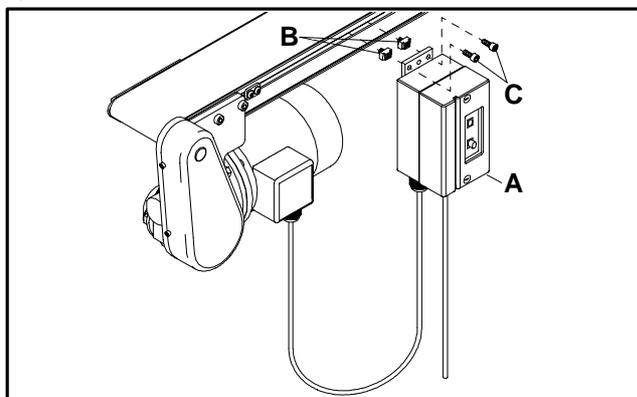
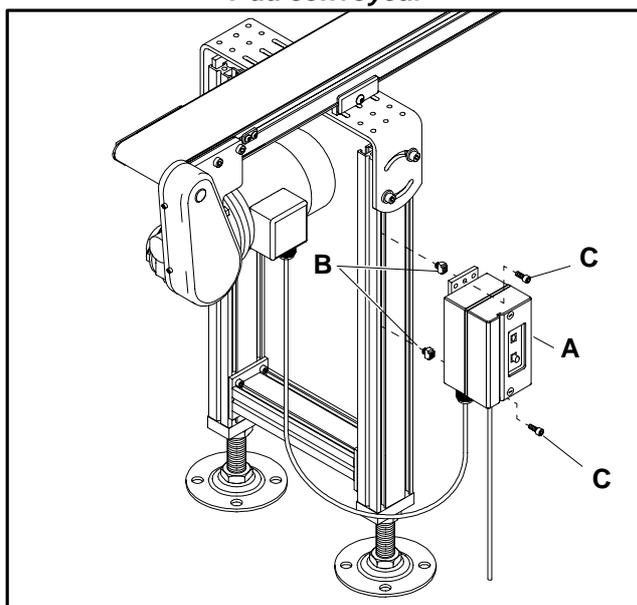

Figure 1: Détail du montage dans la rainure en T du convoyeur
Figure 3: Détail du montage sur le pied en aluminium
Le boîtier manuel de démarrage du moteur est monté en usine selon les configurations de montage indiquées (figures 1, 2, 3 & 4).
En fonction de préférences personnelles ou d'exigences dues à l'application, il est possible de fixer le boîtier de démarrage du moteur et bride de fixation (A) à la rainure en T (figure 1 ou 2) ou au pied en aluminium (figure 3) en utilisant les 2 petits (B) écrous à ressort M6-1.0 (sur 4) et deux (2) vis à tête hexagonale M6 1.8 x 18mm (C).